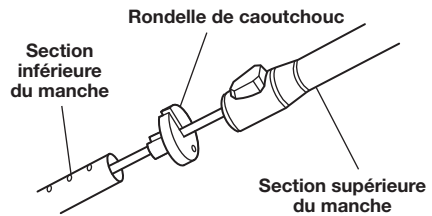

Fig. 1
- Retirez et jetez la rondelle en caoutchouc (Fig. 1).